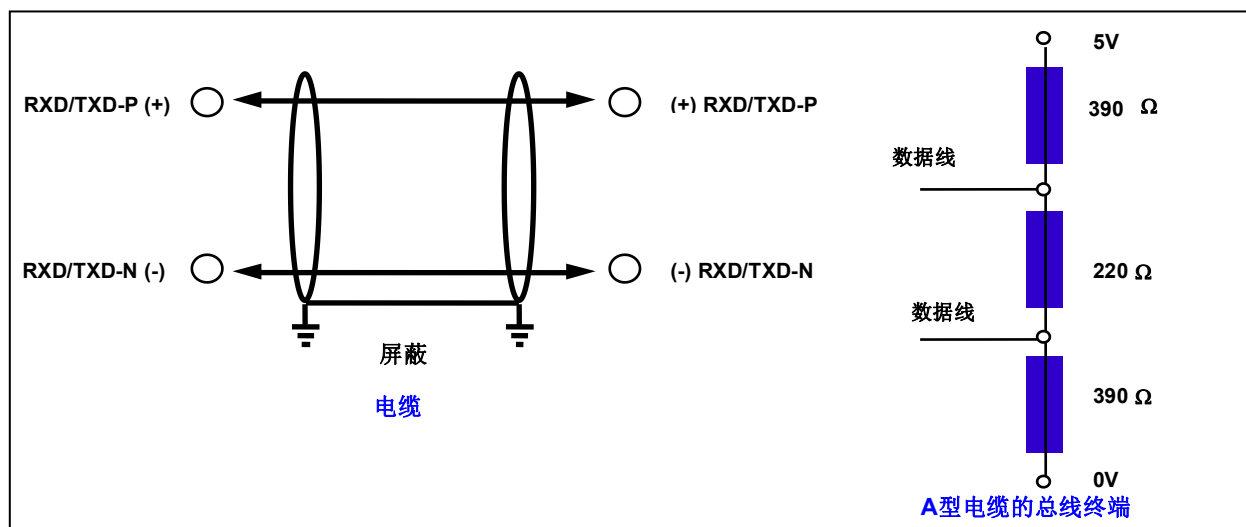

图 2-7 RS485 的电缆接线和总线终端电阻
- ① 全部设备均与 RS485 总线连接;
- ② 每个分段上最多可接 32 个站;
- ③ 每段的头和尾各有一个总线终端电阻, 确保操作运行不发生误差。两个总线终端电阻应该有电源。见图 2-7 所示。